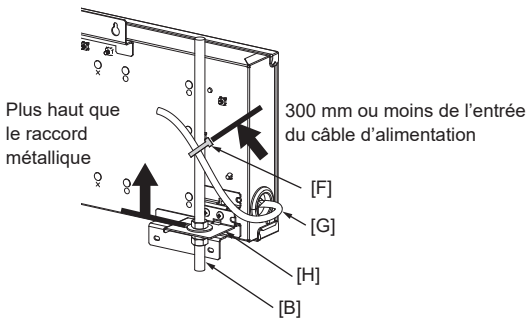

Fig. 4-5
- Fixez le câble d'alimentation sur le boulon de suspension avec le collier de serrage [2] fourni. (Fig. 4-5)
Comme mesure de prévention contre une éventuelle chute, veillez à fixer le câble d'alimentation au boulon de suspension pour une installation dans un endroit dépourvu de plafond. (Fig. 4-5)